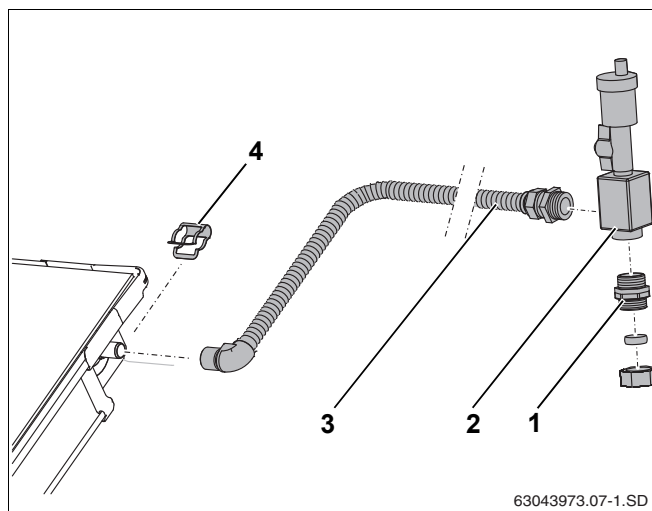

Рис. 37 Монтаж воздушного клапана под крышей
- ▶ Наденьте соединительную трубу (рис. 37, **поз. 3**) на штуцер подающей линии коллектора и зафиксируйте зажимом (рис. 37, **поз. 4**).
- ▶ Заверните соединительную трубу (рис. 37, **поз. 3**) и двойной ниппель (рис. 37, **поз. 1**) в воздухохсорник (с кольцевым уплотнением).
- ▶ Подсоедините сборную линию к двойному ниппелю с зажимным кольцом (рис. 37, **поз. 1**).